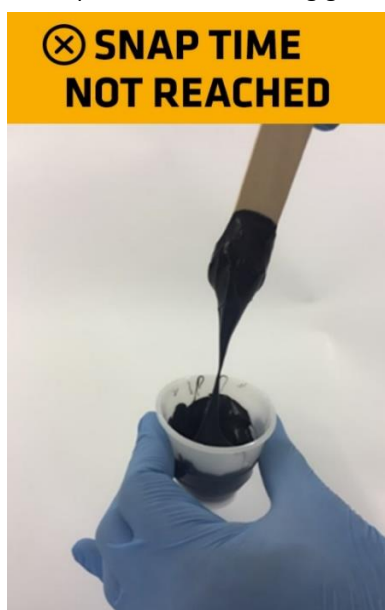
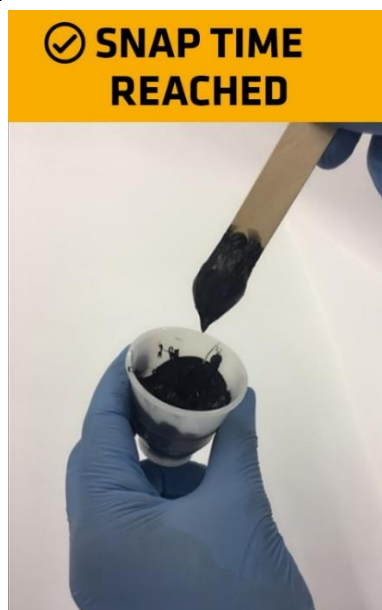

Abbildung 12: Material zeigt pastöses Verhalten: Topfzeit noch nicht erreicht.
Abbildung 13: Material zeigt gummi-ähnliches Verhalten: Topfzeit ist erreicht.
6. Die Topfzeit ist die Zeit zwischen dem von Hand Verrühren des Silikondichtstoffes und dem Punkt, an welchem bei Entfernen des Spachtels aus dem Material kein langer Fadenzug mehr zu beobachten ist (Abbildung 12), sondern der Faden in kurzen Längen abreiss (Abbildung 13).